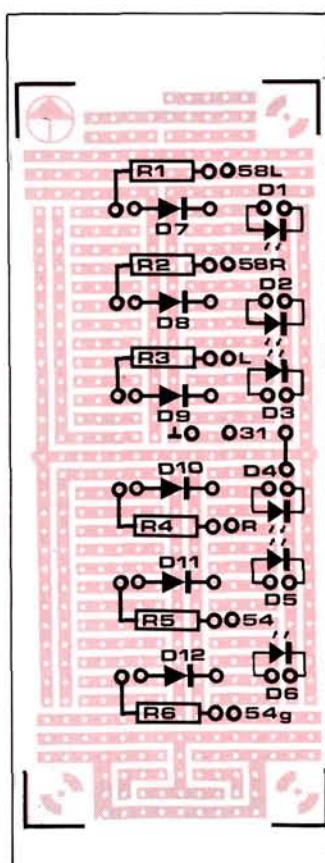

Figure 2 - Plan d'implantation des composants de la figure 1 sur une platine d'expérimentation.
**Figure 2 - L'implantation sur une platine d'expérimentation de format 1 est simple. Orientez les supports comme doivent l'être les circuits intégrés : bien que le support ne soit pas polarisé, il porte une marque qui sert à repérer le sens du circuit intégré.**
La plan d'implantation de la **figure 2** doit vous permettre de faire fonctionner votre circuit dès la dernière soudure refroidie.